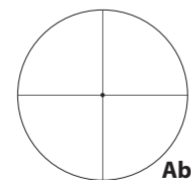
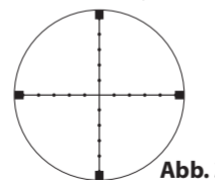

Abb. 3-6
Abb. 3-7
(2) Fokussierung
- ① Sehen Sie durch das Okular und halten Sie dabei einen Abstand von ca. 10 cm (4 Zoll) zwischen Auge und Okular, sodass Sie das BDC-Fadenkreuz (Abb. 3-4), das Duplexfadenkreuz (Abb. 3-5), das feine Fadenkreuz mit Punkt (Abb. 3-6) oder das Mildot-Fadenkreuz (MIL-Standard) (Abb. 3-7) sehen. Stellen Sie sicher, dass Sie Ihr Auge bei ordnungsgemäßer Einstellung und mit entsprechendem Augenabstand positionieren. Andernfalls „verdunkelt“ sich die Sicht.
- ② Richten Sie das Zielende des Fernrohrs zum Himmel (jedoch NICHT in die Sonne) oder auf eine glatte ungemusterte Wand.
- ③ Drehen Sie die Okulareinstellung entgegen dem Uhrzeigersinn und drehen Sie sie dann im Uhrzeigersinn, bis das Fadenkreuz scharf ist.
(3) Vergrößerung